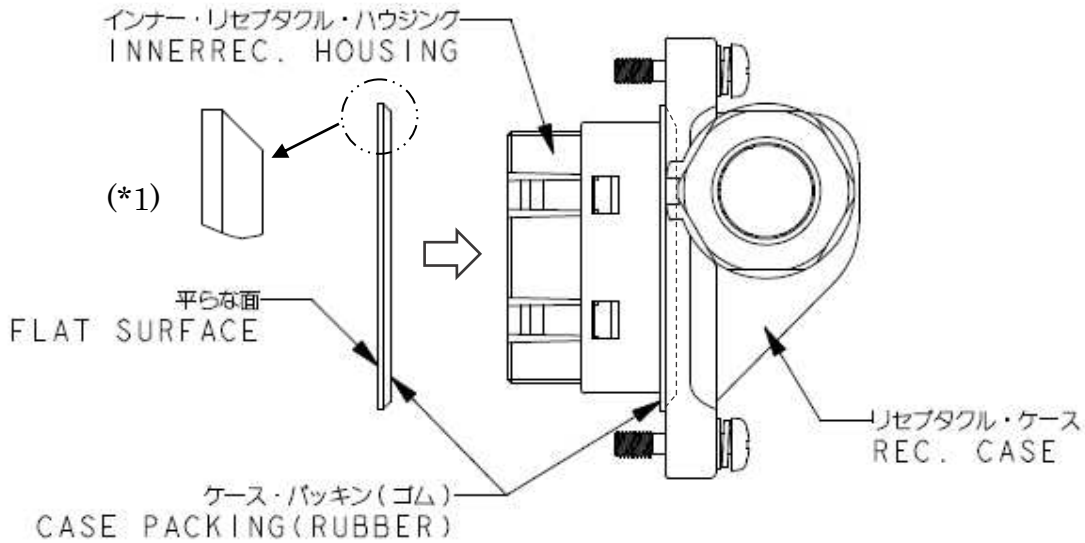

Fig. 7
6) インナーリセハウジングをリセケースにはめ込んでください。正しくはめ込まれた時はロック音がします。ケースパッキンには方向性がありますのでケースパッキンが Fig.7 の向きになっていること(*1)、リセケースから外れていないことを確認して下さい。
6) Insert the inner receptacle housing into the receptacle case until the housing lock properly engaged. Since the case packing (rubber) is directional, check that the case packing is in the direction shown in Fig. 7 (*1) and that the case packing is not drop off from the receptacle case during assembly process.